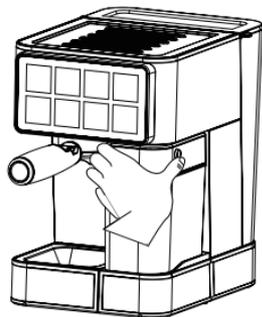

Рис. 1
- Возьмитесь за крышку капучинатора (12), нажмите кнопку фиксатора (10) и потяните капучинатор
по направлению к себе (рис. 1), снимите с ёмкости (11) крышку капучинатора (12). Наполните ёмкость (11) водой, до отметки максимального уровня.
- Вылейте воду из чашки, возьмитесь за крышку капучинатора (12), нажмите кнопку фиксатора (10) и потяните капучинатор по направлению к себе и снимите (рис. 1), снимите с ёмкости (11) крышку капучинатора (12), слейте из ёмкости (11) остатки воды.
- Поверните ручку держателя фильтра (3) влево и снимите его, дождитесь полного остывания держа-